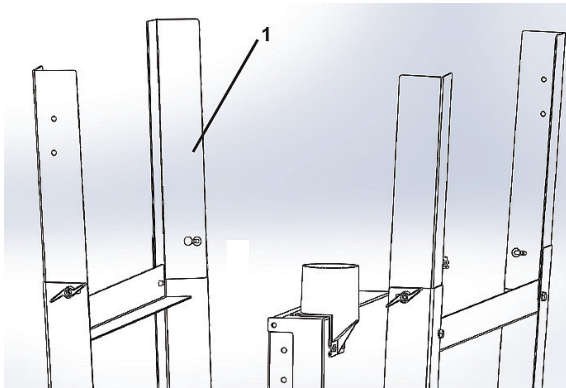

Abb. 4: Gestell montieren
Schritt 2: Standfüße (Pos.1, Abb. 4) vorne und hinten ausklappen und fest klemmen.